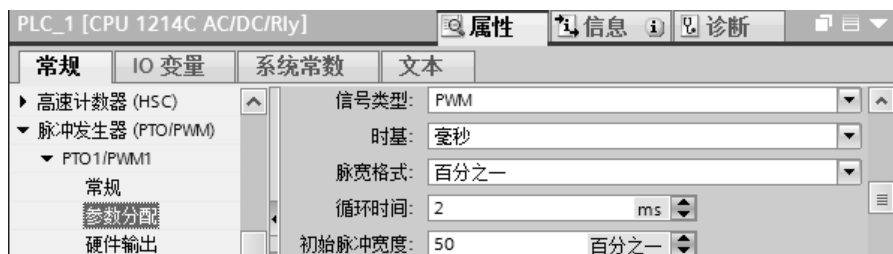

图 3-74 设置脉冲发生器的参数
2) 选中巡视窗口的“属性 > 常规”选项卡（见图 3-74），再选中左边的“PTO1/PWM1”文件夹中的“常规”，用右边窗口的复选框启用该脉冲发生器。
3) 选中图 3-74 左边窗口的“参数分配”，在右边的窗口用下拉式列表设置“信号类型”为 PWM 或 PTO。“时基”（时间基准）可选毫秒或微秒，“脉宽格式”可选百分之一、千分之一、万分之一和 S7 模拟量格式（0～27648）。
4) 选中图 3-74 左边窗口的“硬件输出”，设置用信号板上的 Q4.0 输出脉冲。
组态 PTO1/PWM1 产生 PWM 脉冲（见图 3-74），输出源为信号板上的输出点，时间单位为 ms，脉冲宽度的格式为百分数，脉冲的周期为 2ms，初始脉冲宽度为 50%。